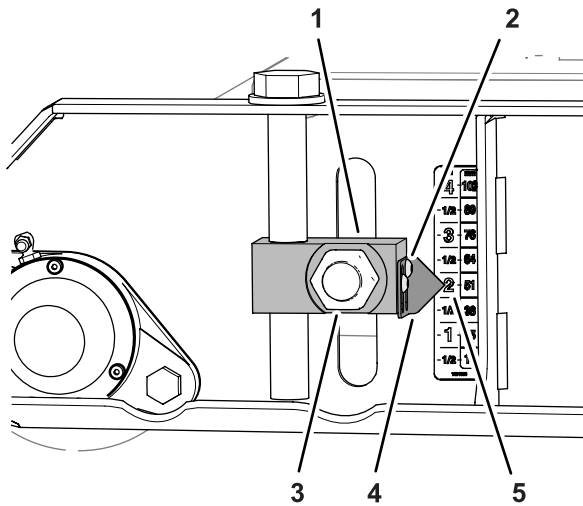
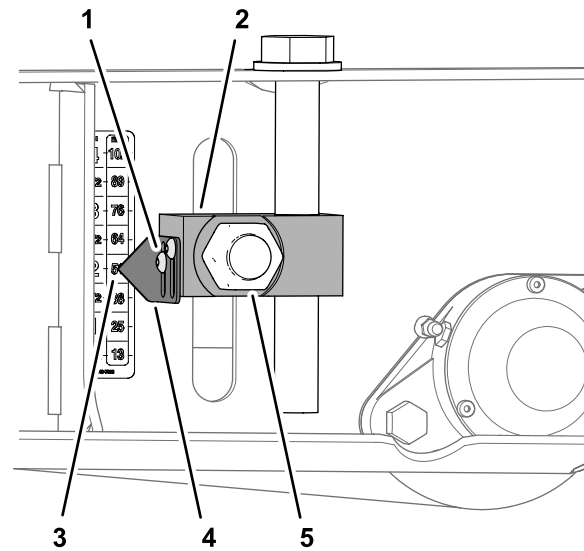

図 82
図 84
3. 刈高アジャスタブロックにポイントを固定しているソケットヘッドねじ2本をゆるめて、ポイントをデカルの51 mm2"マークに合わせて、ねじを元通りに締め付ける図 82。
6. 刈高アジャスタブロックに2つのポイントを固定しているソケットヘッドねじ2本をゆるめ、各ポイントをデカルの51 mm2"マークに合わせて、ねじを元通りに締め付ける図 84。
7. 前後のローラの刈高アジャスタブロック4個固定しているナット4個図 82と図 84を、322396 N·m 33-40 km·m = 238-292 ft·lbにトルク締めする。